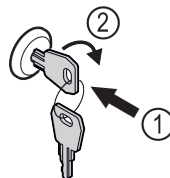

Fig. 209
- Schlüssel hineindrücken. Fig. 209 (1)
- Schlüssel um 90° im Uhrzeigersinn drehen. Fig. 209 (2)